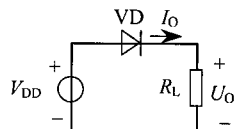

图 1-1 例 1-1 电路
【例 1-1】 已知电路如图 1-1 所示, VD 为硅二极管, $R_L = 1.2\text{k}\Omega$, 当 (1) $V_{DD} = 1.5\text{V}$; (2) $V_{DD} = 12\text{V}$ 时, 试分别按理想二极管和恒压降 ($U_{on} = 0.6\text{V}$) 模型求解 I_O 和 U_O 。